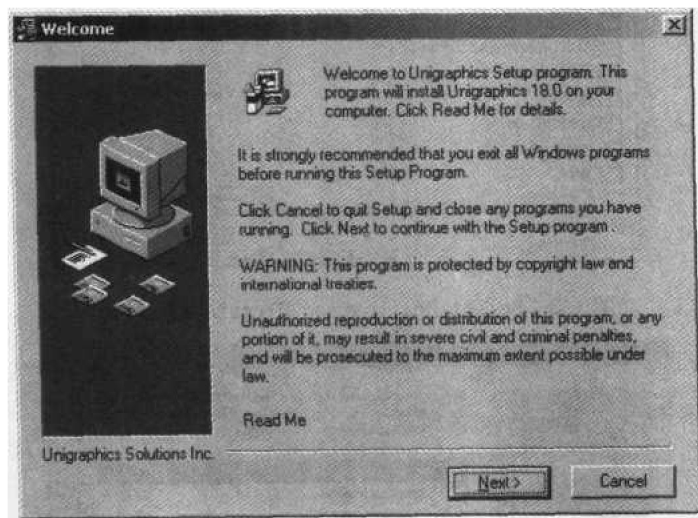

图 1.1 Welcome 对话框
- (1) 首先双击 UG 软件光盘中的 Setup.exe 文件,系统开始安装软件,此时会出现如图 1.1 所示的欢迎界面,单击  按钮。